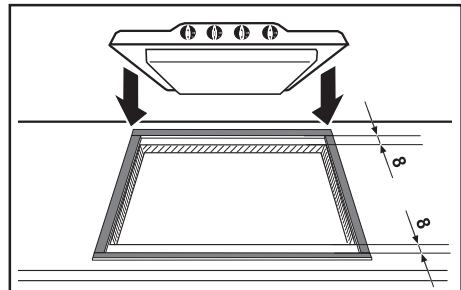

Рис. 9
- 1) Расположите уплотнители, которые входят в комплект к варочной поверхности, по краям ниши: наклейте точно по переднему и заднему краю и на расстоянии 8 мм от сторон, как показано на рис. 9. Имейте в виду, что уплотнитель должен быть наклеен встык, а не внахлест.